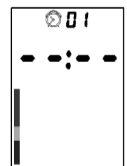

Fig. 4
- Im Standby-Modus zwei Mal die Taste "F" drücken, um auf die Alarm-Funktion 01 zu gelangen (Abb. 4).